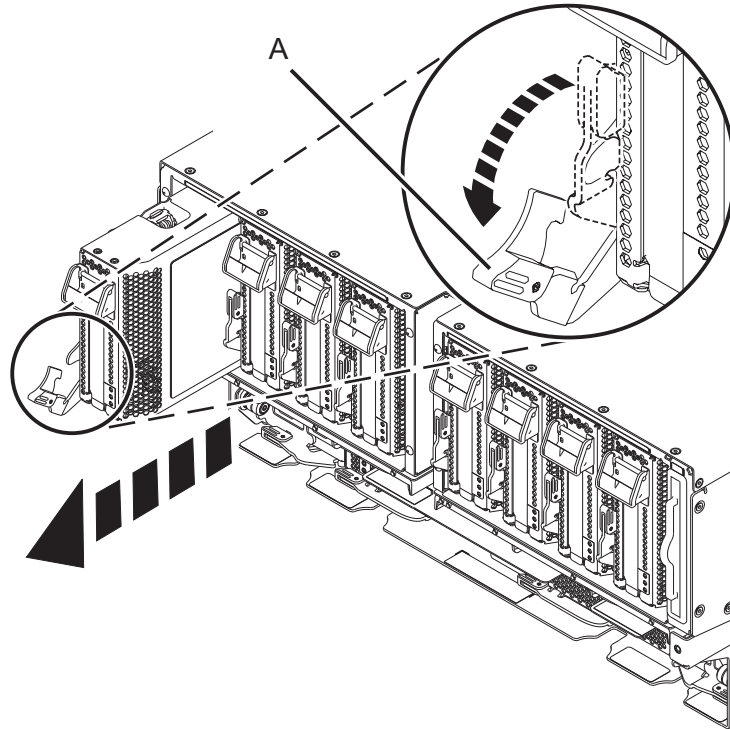

Figura 14. Extracció d'un casset d'adaptador PCIe del sistema
- b. Feu girar la nansa del casset de color terracota (**A**) en la direcció que es mostra a la Figura 14 a la pàgina 15 i, a continuació, premeu la nansa (**A**) per desenganxar-la del casset dels connectors de ranures.